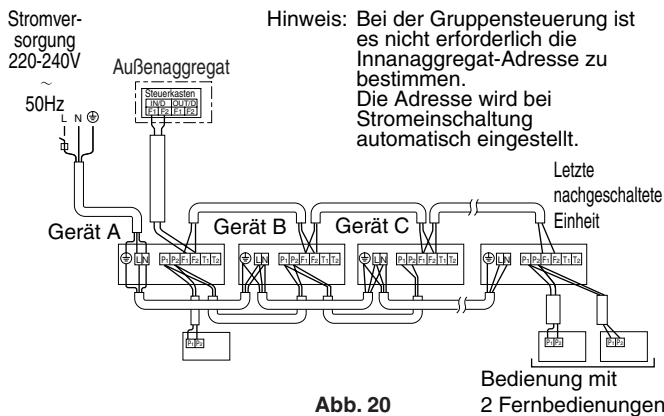

Abb. 20
- Schließen Sie die zweite Fernbedienung (Untergerät) an die Klemmleiste der Fernbedienung (X2M/P1, P2) im Schaltkasten an. (Es ist keine Polung zu beachten.) (Siehe Abb. 20 und 9-3)